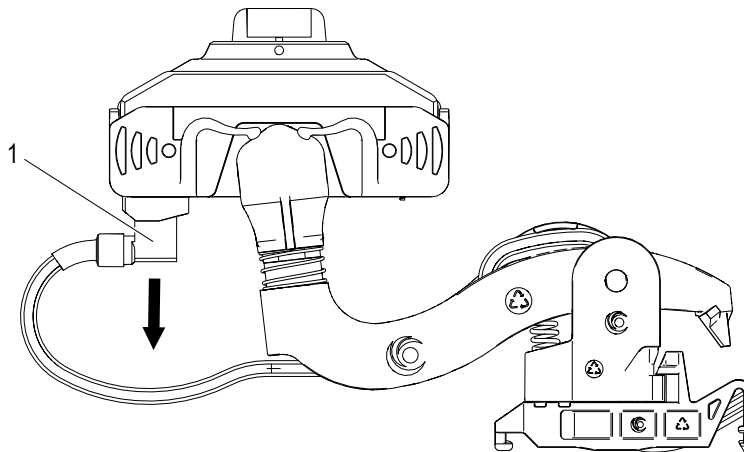

Abb. 147: Gewinkelte Flachsteckhülse abziehen
→ Die gewinkelte Flachsteckhülse (1) der PE-Leitung vom Abnehmerkopf abziehen (siehe Abb. 147).